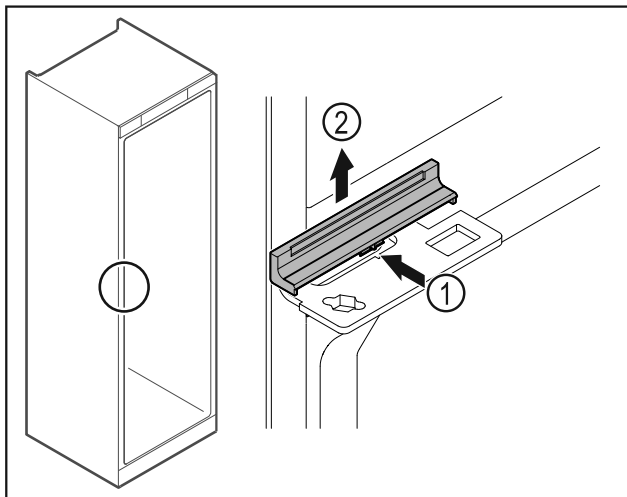

Fig. 42
- ▶ Слегка надавите на крышку по центру Fig. 42 (1) и снимите ее движением вверх Fig. 42 (2).